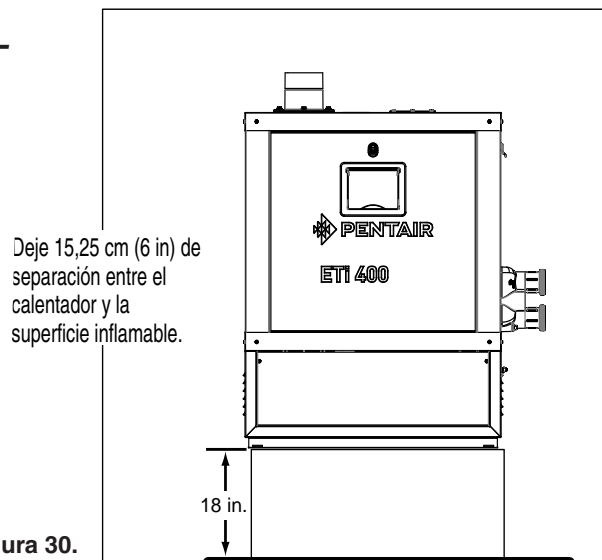

Figura 30.
Al instalar el calentador en un cuarto de máquinas o garaje residencial, colóquelo con la base a 0,5 m (18 pulgadas) como mínimo por encima del piso; vea la Figura 30. En un garaje, instale un riel o pared para proteger al calentador de los daños que pueda ocasionar un vehículo en movimiento. (vea la Figura 30)
2. Retire el panel de la puerta lateral delantera; vea la Figura 30 en la página 40.